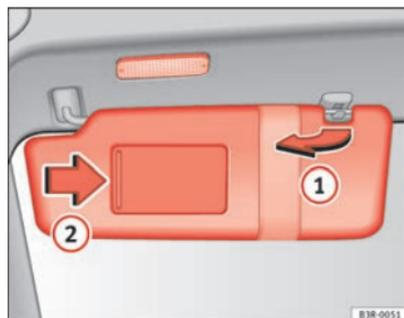

Fig. 98 Tendina parasole
Le alette parasole per il conducente e per il passeggero possono essere staccate dai supporti centrali e ruotate verso le porte ① → fig. 98.